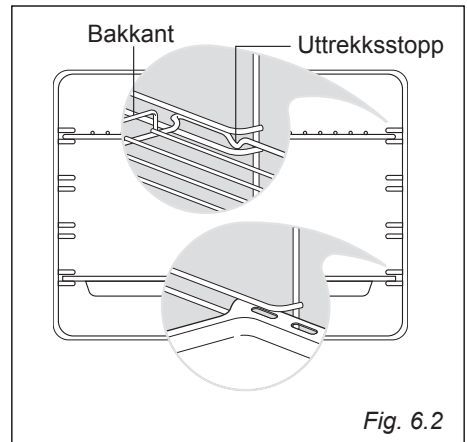

Fig. 6.2
- Bakeplate og grillrist skyves inn på skinnen (Fig. 6.2). Risten skal stoppe med uttrekksstoppet på siden og med bakkanten bakerst i ovnen.